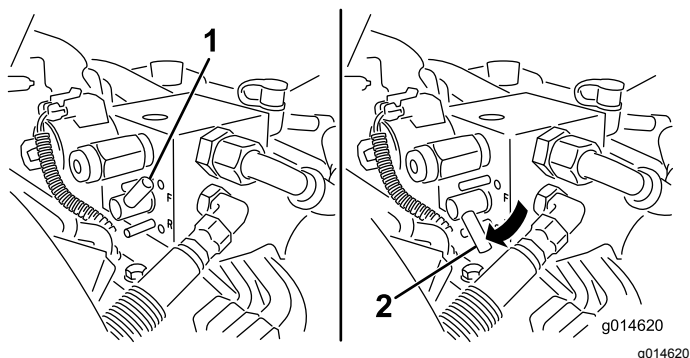

Bild 49
5. Drehen Sie den Läpphebel auf RÜCKWÄRTS (R) (**Bild 49**).